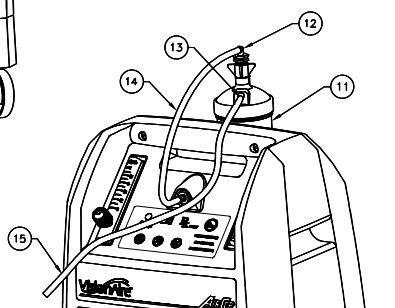

Fig. I.3
I. 3. Installation de l'humidificateur (facultatif) (Fig. I. 3)	2-FR
I. 3. Installation de l'humidificateur (optionnel) (Fig. I. 3)